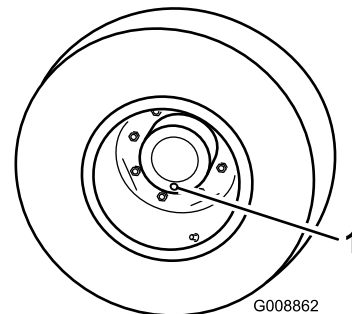

Figura 70
1. Con la macchina parcheggiata su una superficie piana, posizionate la ruota in modo che un tappo di controllo si trovi nella posizione inferiore (ore 6) (Figura 70).